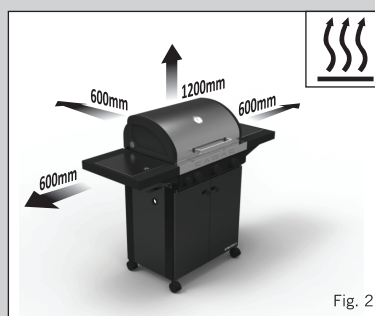

Fig. 2
- Zorg ervoor dat het apparaat niet in de buurt van brandbare materialen gebruikt wordt. De minimale veilige afstand is 1,2 m boven het apparaat en 600 mm vanaf de achterkant en vanaf de zijkanten van het apparaat (zie fig. 2).